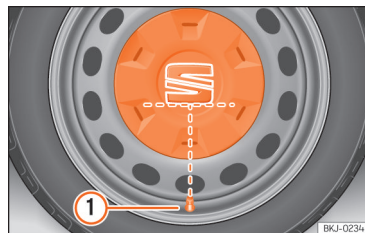

Abb. 191 Korrekte Anbringung der Radvollblende für Stahlfelgen.
• Legen Sie die Radvollblende an die Felge. Die Unterseite des Buchstabens „S“ des SEAT-Emblems muss mit dem Reifenventil übereinstimmen »» (Abb. 191) ①.